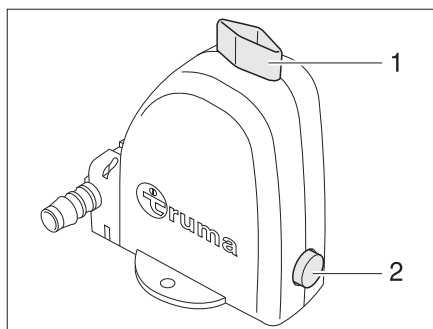

Bild 60 Sicherheits-/Ablassventil des Boilers
Der Boiler ist mit einem Sicherheits-/Ablassventil (Bild 60) ausgestattet. Das Sicherheits-/Ablassventil verhindert, dass das Wasser im Boiler einfriert, wenn bei Frost die Heizung nicht eingeschaltet ist. Das Sicherheits-/Ablassventil ist bei der Heizung oder in den Bodenstauflächen unter dem Tisch verbaut.
- Sicherheits-/Ablassventil schließen. Dazu den Drehknopf (Bild 60,1) quer zum Sicherheits-/Ablassventil drehen und den Druckknopf (Bild 60,2) hineindrücken.
- Sicherheits-/Ablassventil öffnen. Dazu den Drehknopf (Bild 60,1) längs zum Sicherheits-/Ablassventil drehen. Der Druckknopf (Bild 60,2) springt heraus. Der Boiler wird über das Sicherheits-/Ablassventil nach außen entleert.